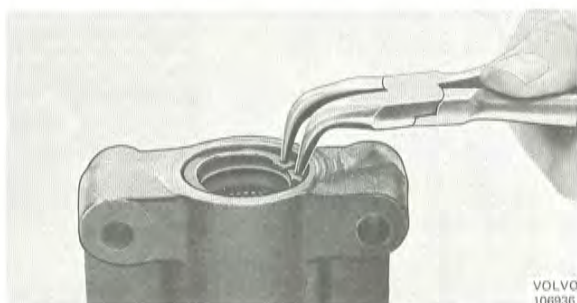

Bild 88. Demontering av låsring
7. Ta med skruvmejsel bort övre tätningsringen (9) i huset. Därvid demolerar ringen försiktigt så att inte läget i huset skadas. Vänd huset och ta bort låsringen (1), se bild 88. Ta bort tätningsringen (2) med mejsel. Nållagrens hållare (3) tas bort endast om lagret skall bytas, se under "Inspektion".